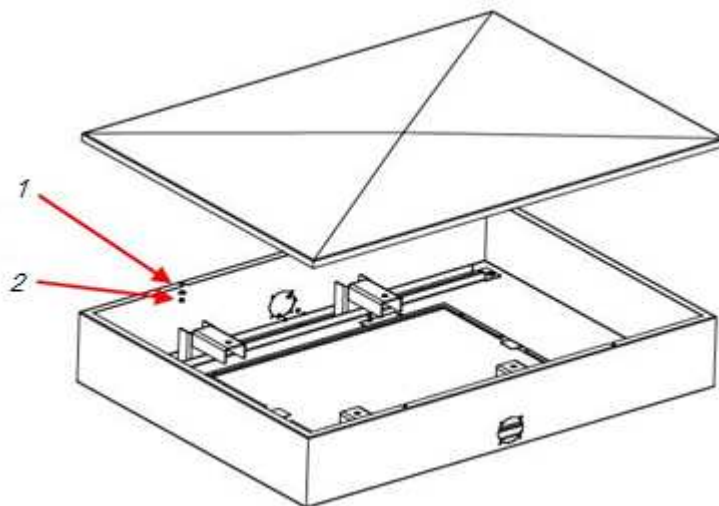

Рис. 13. Крепление верхней крышки
Верхнюю крышку крепят к верхнему модулю при помощи четырех гаек (4) и четырех шайб (рис. 13). Четыре шпильки крепления верхней крышки, расположены с внутренней поверхности крышки